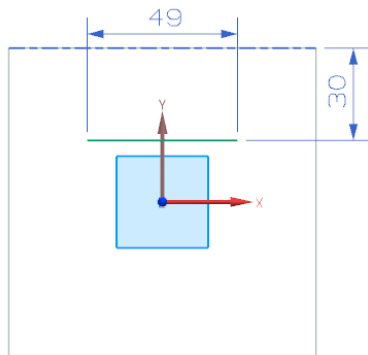

图 4-39 百叶窗特征轮廓草图
(2) 绘制百叶窗特征轮廓草图, 如图 4-39 所示。单击“完成”图标, 草图绘制完毕。